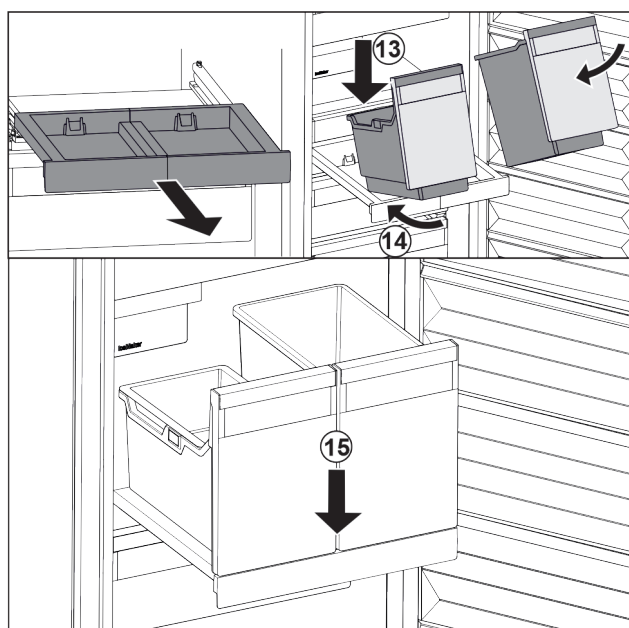

Fig. 95
- ▶ Sätt på behållaren i vinkel på utdragshyllan. Fig. 95 (13)
- ▶ Skjut in behållaren i vinkel så långt det går. Fig. 95 (14)
- ▶ Sätt ned behållaren framtill. Fig. 95 (15)